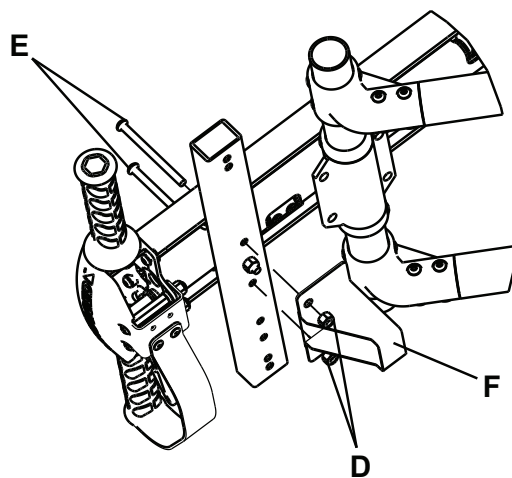

Figura 7 – Soporte guía
- a. Utilizando una llave Allen M4 y una llave inglesa M11, retire las dos tuercas hexagonales Fiberlock (D) de los dos tornillos de cabeza cilíndrica hueca hexagonal (E) del extremo de los pies de la camilla (Figura 7). Guarde las tuercas y los tornillos.
- b. Coloque el soporte guía suministrado (F) (610000010008) sobre los dos tornillos de cabeza cilíndrica hueca hexagonal (guardados en el paso 3a) (Figura 7). Empleando una llave de apriete, asegúrelos con las tuercas hexagonales Fiberlock (D) (retiradas en el paso 5a).